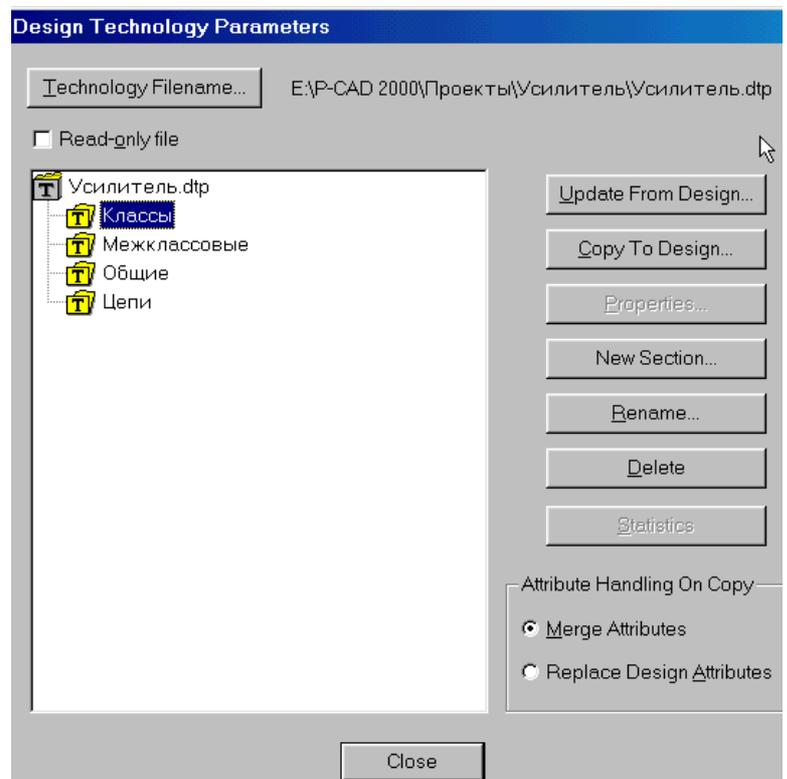

Рис. 6-30.
11) Выделите мышкой первую из них и нажмите на панели **Design Technology Parameters** (см. рис. 6-30) кнопку **Update From Design...** (модифицировать из проекта).
9) Укажите в списке групп группу «Классы», щелкнув по ней левой кнопкой мыши (см. рис. 6-30), и